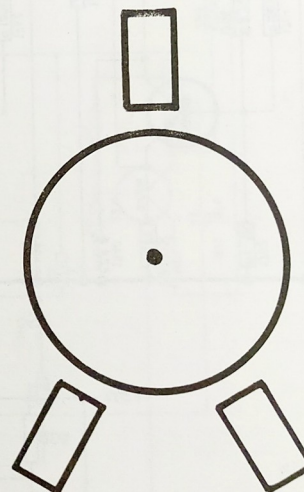

FIG. 75
- Un mouvement horizontal (à 90° du précédent) obtenu en faisant circuler un courant continu dans 3 bobines prévues à cet effet (Figure 75).